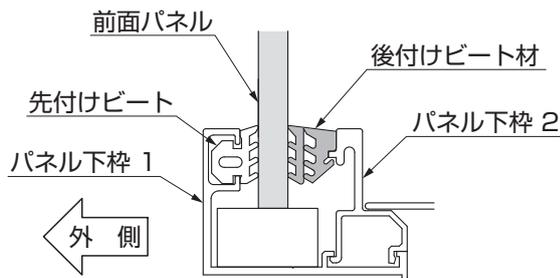

図7-3 A部詳細図
- 後付けビート材には、取付ける向きがあります。(図7-3参照)